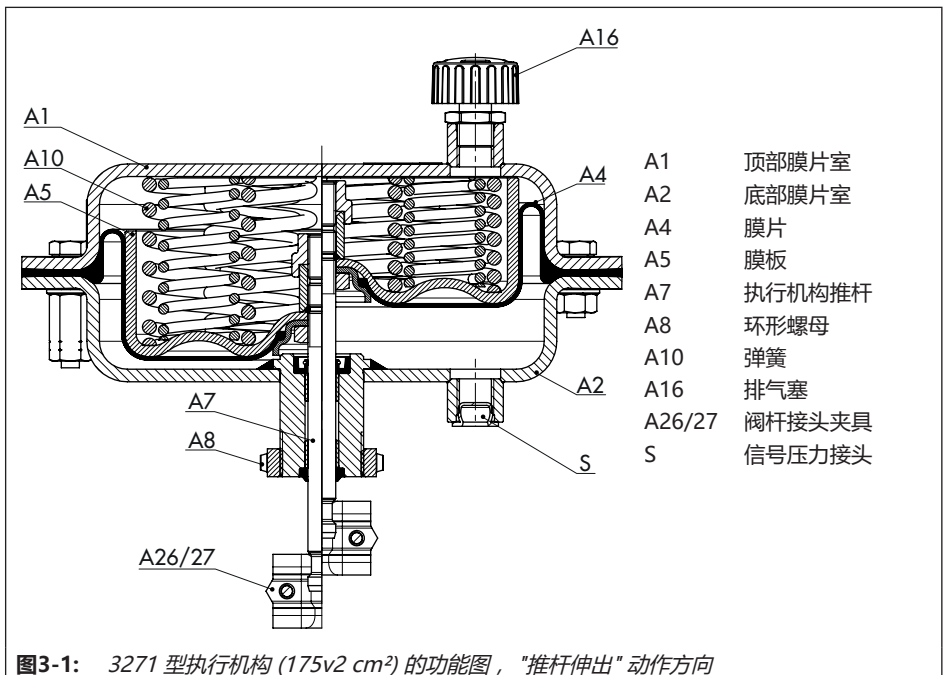

图3-1: 3271 型执行机构 (175v2 cm²) 的功能图, “推杆伸出” 动作方向
执行机构主要由两个膜片室 (A1, A2) 与带膜板 (A5) 和弹簧 (A10) 的膜片 (A4) 组成 (请参见图3-1)。
在“执行机构推杆伸出”型号中，信号压力通过底部信号压力接头 (S) 传递至底部膜片室并以弹簧反作用力向上移动执行机构推杆 (A7) (请参见图3-1)。